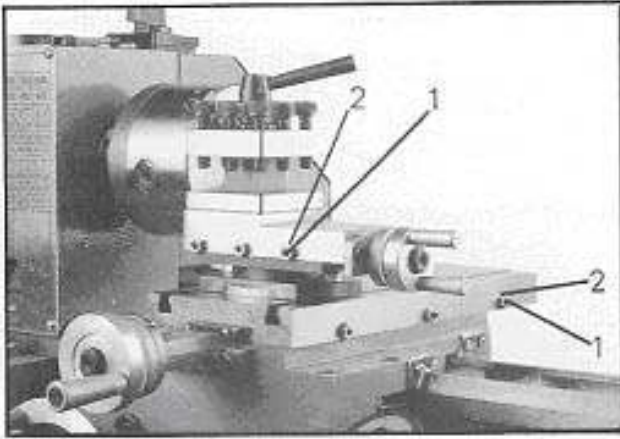

Рис.25
Оба суппорта оборудованы регулировочными планками и могут быть установлены посредством винтов (1, *Рис.25*) и контргайк (2) без зазора.